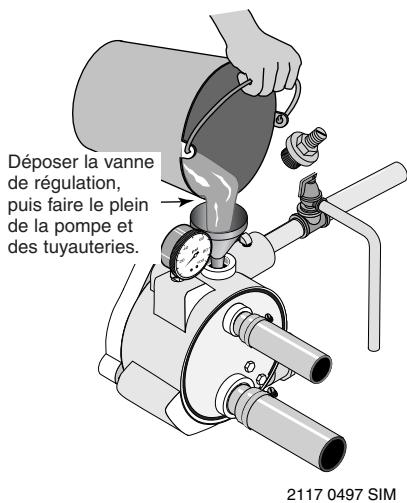

Figure 14 : Remplissage de la pompe
1. Déposer la vanne de régulation, puis faire le plein de la pompe (Se reporter à la Figure 14). Faire le plein de la pompe, de toutes les tuyauteries branchées entre la pompe et le puits; s'assurer aussi que toutes les tuyauteries du puits sont pleines d'eau. Si un té d'amorçage a été posé sur le tuyau d'aspiration, déposer le bouchon du té et faire le plein de la tuyauterie d'aspiration.